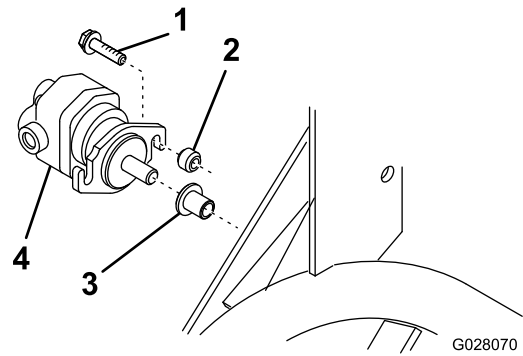

Figura 10
- B. Insira o eixo estriado do motor de cilindro no tubo de armazenamento na estrutura (Figura 10).
- C. Utilizando flange do motor de cilindro como modelo, posicione-a como é indicado em Figura 10, fure um orifício com 8,75 mm de diâmetro na linha traçada no passo A.